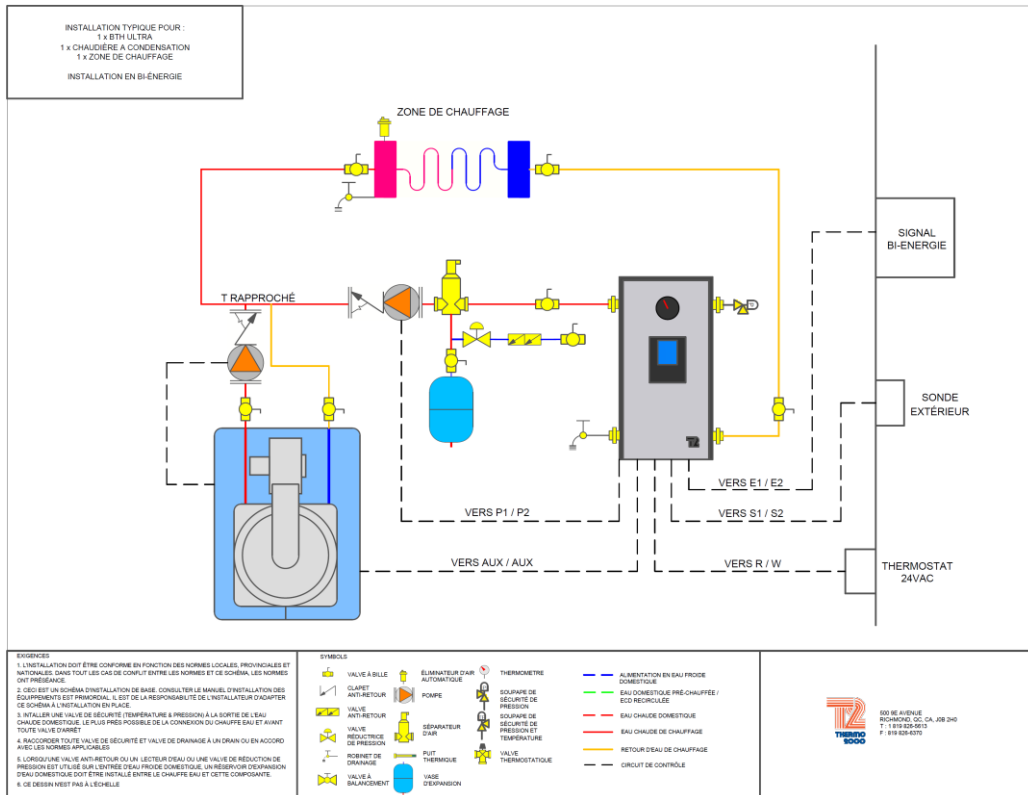

Figure 8 - Installation typique en bi-énergie avec chaudière à condensation (1 zone)
**N.B:** Assurez-vous de bien positionner les ports A-B et AB de la valve trois voies (Voir fig. 8).